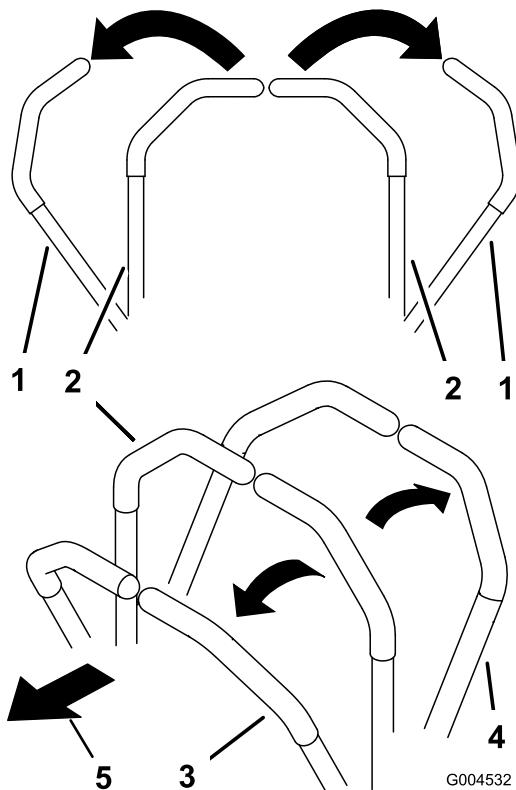

Figura 18
- Togliete le leve di controllo del movimento (Figura 18) dalla posizione di blocco in folle.**
- per fare marcia avanti spingete lentamente in avanti le leve di controllo del movimento (Figura 18).
- per fare marcia indietro tirate lentamente indietro le leve di controllo del movimento (Figura 18).
- per svoltare, rallentate tirando indietro entrambe le leve, poi spingete in avanti la leva sul lato opposto a quello da cui volete svoltare (Figura 18).